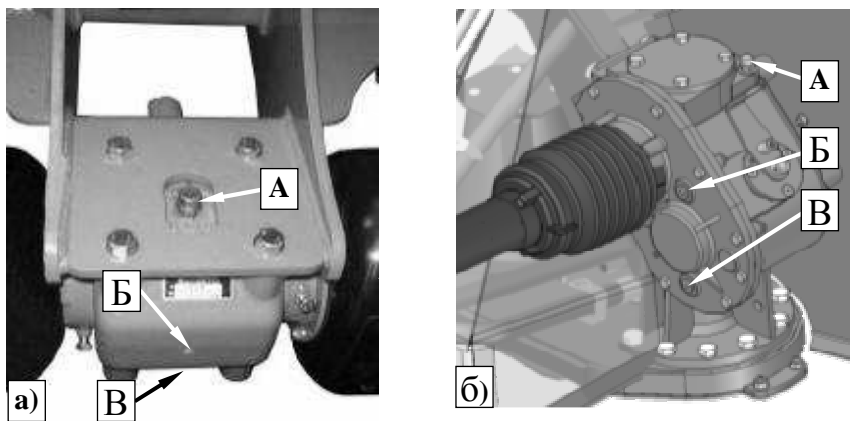

Рис. 48. Количество вливаемого масла в угловых передачах
Каждый день перед началом работы следует проверить уровень масла и по мере необходимости пополнить его после выкручения пробки **А** (Рис. 48а, б) в верхней части передачи. Уровень масла проверяем выкручивая контрольную пробку **Б** сбоку передачи. Если масла слишком мало, следует пополнить масло до момента его появления в контрольном отверстии **Б**. Количество масла в передачи: ок. 1 литр (Рис. 48а) и ок. 2,5 литра (Рис. 48б). Уровень масла проверяем после установления режущего бруса горизонтально на поверхности. Пробка **В** предназначена для спуска масла.
- ❑ Выкрутить заливную пробку **Б** и спускную пробку **А** (Рис. 48)